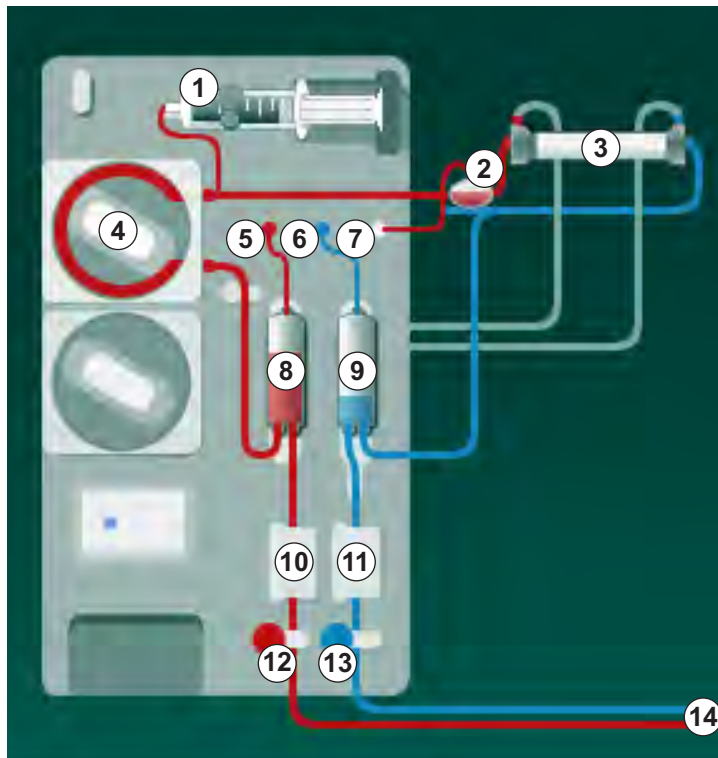

Fig. 9-3 Montaje del sistema A/V - Unipunción Cross Over
1. Fijar el dializador (Fig. 9-3 , ③) en su soporte (véase el apartado 5.6 Conexión del dializador (93)).
- 5 Sensor de presión arterial (PA)
- 6 Sensor de presión venosa (PV)